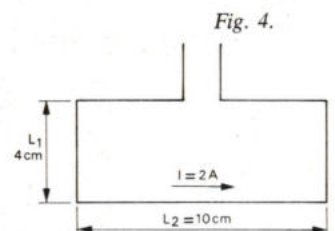

Fig. 4.
5. Een rechthoekig draadraam (zie fig. 4), waarin een stroom van 2 A vloeit, is geplaatst in een homogeen magnetisch veld met een magnetische inductie $B = 0,25$ T. De krachtlijnen van dit veld liggen in het vlak van het raam.